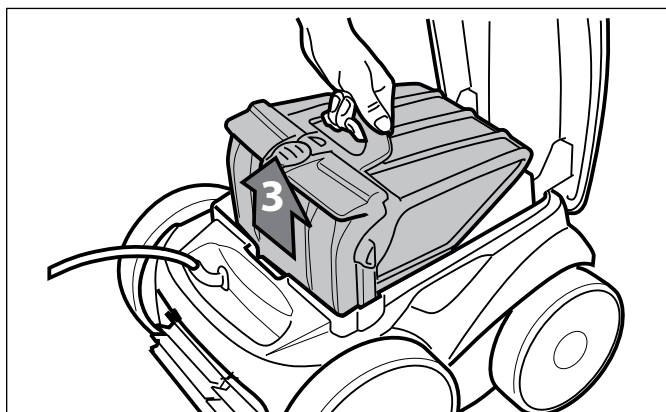

Figure 25. Retirer la cartouche du filtre
- Enlever la cartouche du filtre du corps (3), comme illustré à la Figure 25.